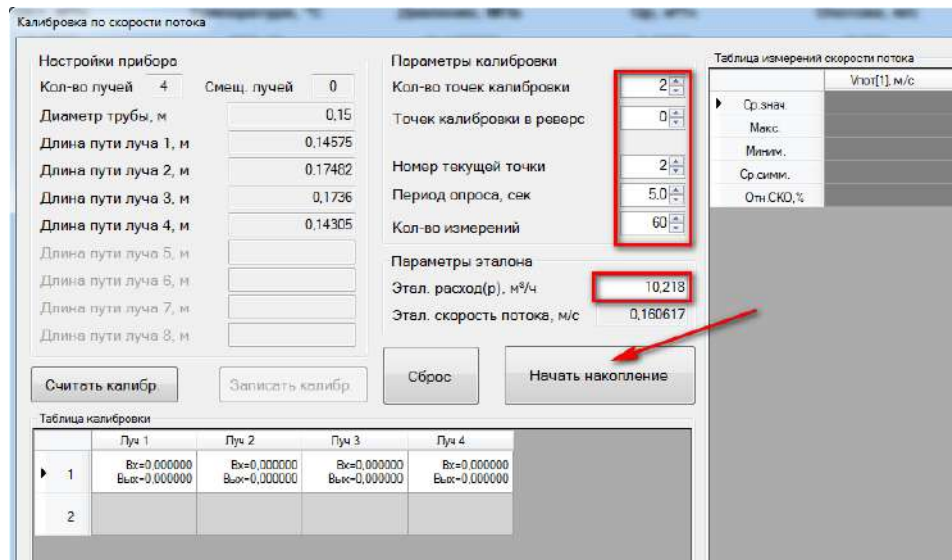

Рисунок 3.3
3) В окне калибровки по скорости потока задать необходимые параметры калибровки, эталонный расход первой точки и нажать кнопку «Начать накопление» (рисунок 3.3).